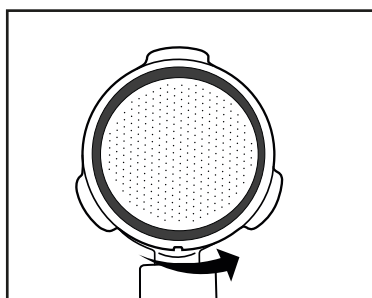

Abb. 2
- Drehen Sie dann den großen ❶❷ oder kleinen Siebeinsatz ❶❸ etwas, so dass dieser nicht mehr herausfallen kann (siehe Abbildung 2).